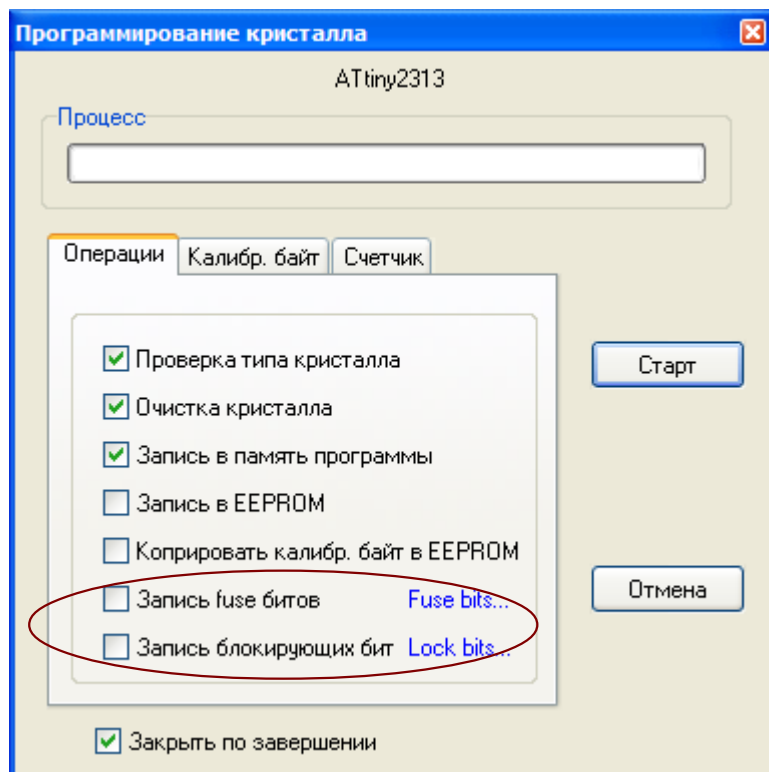

Рис. 5.2
11. «Прошить» тестовую программу в кристалл. Для этого нажать кнопку «ЗАПУСК С КРИСТАЛЛОМ», при этом откроется диалог программирования кристалла рис. 5.2. **Перед прошивкой следует нажать кнопку с фиксацией «RESET» на учебном приборе.**
12. Перед нажатием кнопки «СТАРТ» следует внимательно проверить положения флажков установки программатора рис. 5.2. Особенно внимательно следует отнестись к опциям «ЗАПИСЬ Fuse bit» и «ЗАПИСЬ блокирующих бит». **ФЛАЖКИ ЭТИХ ОПЦИЙ ОБЯЗАТЕЛЬНО ДОЛЖНЫ БЫТЬ СНЯТЫ, Т. К. НЕ ПРАВИЛЬНО ПРОШИТЫЕ FUSE БИТЫ МОГУТ ПРИВЕСТИ К ДАЛЬНЕЙШЕЙ НЕВОЗМОЖНОСТИ РАБОТЫ С ДАННЫМ МИКРОКОНТРОЛЛЕРОМ!**